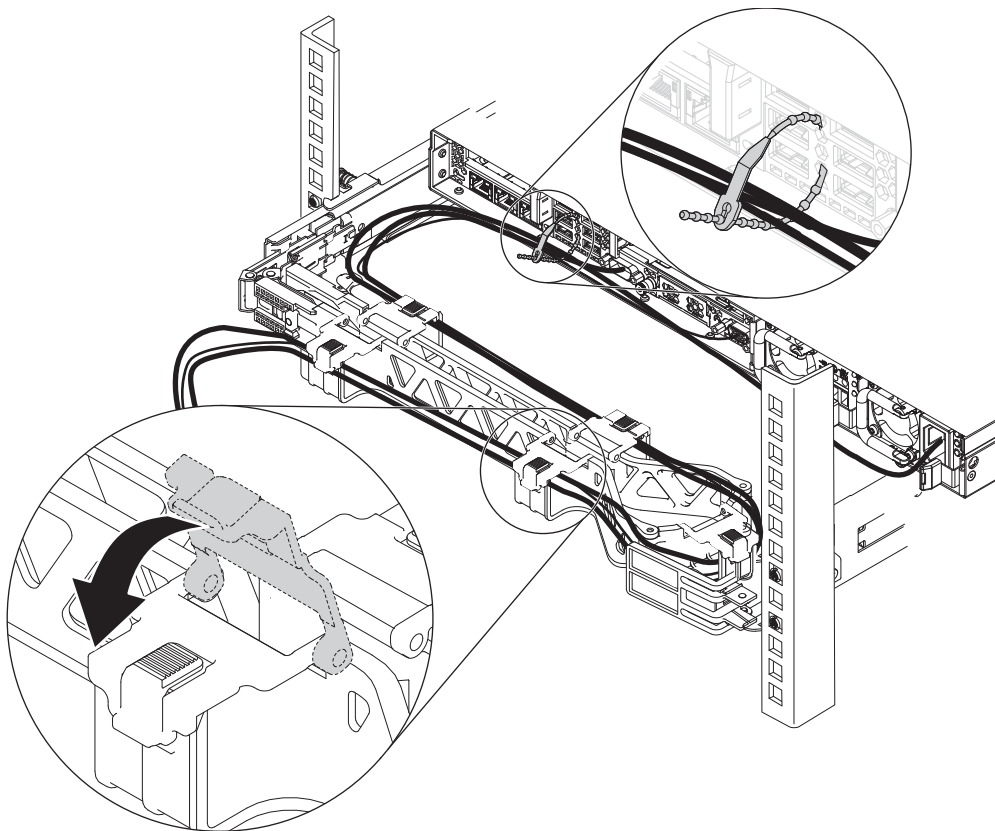

図 32. ケーブルの接続と配線
6. 48 ページの図 32 に示すように、ケーブルを接続し、配線します。